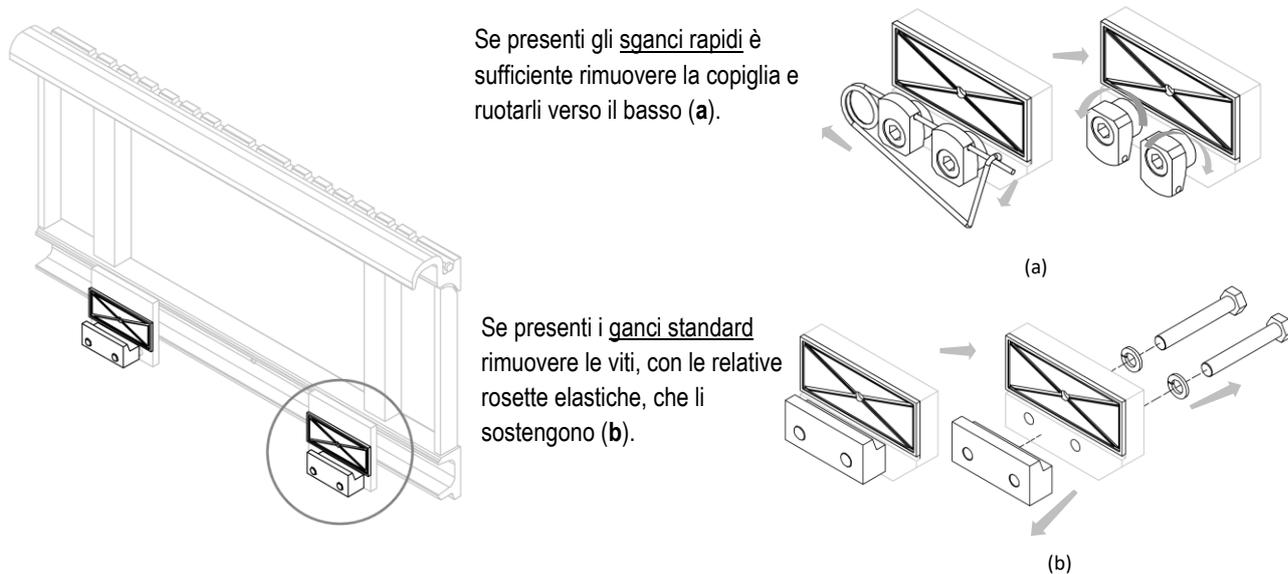

Figura 8
3. Rimuovere i ganci inferiori dall'attrezzatura e ingrassare i lardoni / rulli di scorrimento (vedi *Figura 8*).